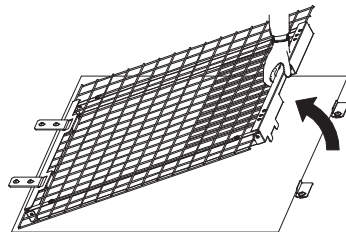

Abbildung 5
- (2) Heben Sie das Schutznetz vorsichtig hoch, indem Sie es um die Verriegelungshaken herum hin- und herbewegen. (Siehe **Abbildung 5**.)